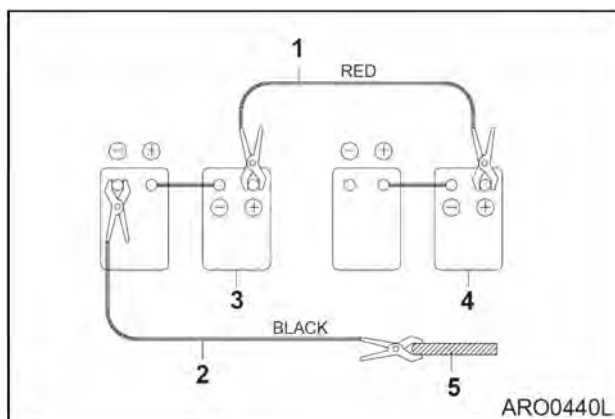

Рис. 9
2. Соединить один конец красного кабеля (1, рис. 9) к положительному (+) выводу батареи машины, а другой конец к положительному (+) выводу внешней батареи.
3. Соединить один конец черного кабеля (2, рис. 9) к отрицательному (-) выводу внешней батареи, а затем соединить другой конец (-) черного кабеля с верхней частью рамы запускаемой машины (2, рис. 9). При выполнении последнего соединения с верхней части рамы следует подключать конец кабеля как можно дальше от батарей машины. НЕ СОЕДИНЯТЬ НЕПОСРЕДСТВЕННО С ОТРИЦАТЕЛЬНЫМ ВЫВОДОМ БАТАРЕИ.
1. Сначала отсоединить черный отрицательный (-) кабель (2, рис. 9) от корпуса машины.
2. Отсоединить другой конец черного отрицательного (-) кабеля (1, рис. 9) от внешней батареи.
3. Отсоединить красный положительный (+) кабель (1, рис. 9) от внешней батареи.
4. Отсоединить красный положительный (+) кабель (1, рис. 9) от батарей машины.